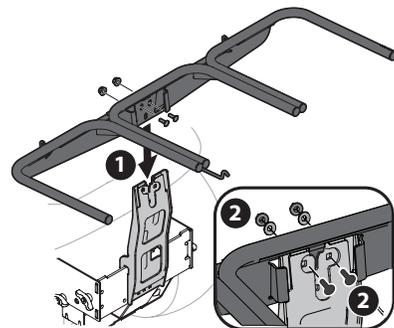

Figura 6
1. Coloque y sujete el conjunto del colgador (683-04498B) en el soporte vertical usando dos pernos de carro (710-0276), dos arandelas de cubeta (736-0242) y dos tuercas de seguridad (712-04063) del paquete de herrajes 689-02364. No aplique un ajuste excesivo. Consulte la Figura 6.